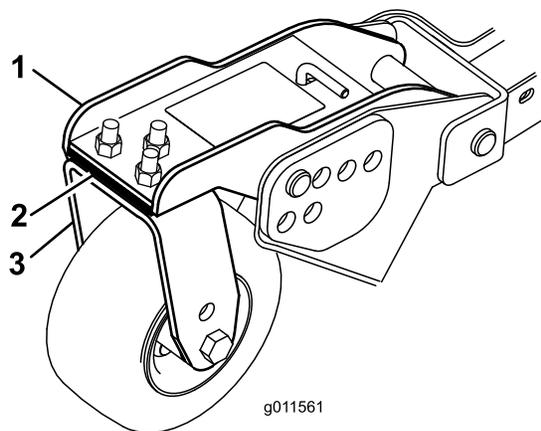

Figura 30
Girate la lama su ciascun fusello fino a disporla in parallelo con la lunghezza della macchina. Misurate dal suolo alla punta anteriore del tagliente. Regolate gli spessori di 3 mm sulla forcella (o forcelle) della ruota orientabile, finché l'altezza di taglio non corrisponde al valore riportato sull'adesivo (Figura 30). Unicamente per il fusello della lama esterna, fate riferimento a Regolazione dell'angolo di inclinazione degli apparati di taglio (pagina 56).
3. Se il bordo interno dell'apparato di taglio laterale è troppo alto rispetto al bordo esterno dell'apparato di taglio anteriore, togliete uno spessore di 3 mm dalla base del braccio della ruota orientabile anteriore interna dell'apparato di taglio laterale (Figura 30). Controllate